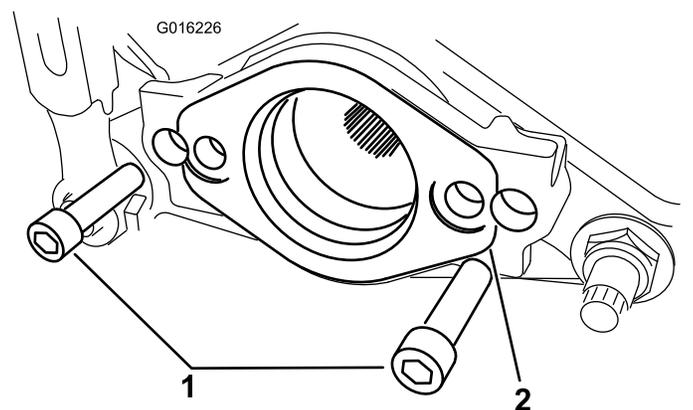

Figura 3
7. Se o kit for instalado numa máquina **TriFlex 3300, 3320, 3400 ou 3420**, remova os dois parafusos que prendem a montagem do motor à extremidade esquerda da unidade de corte. Remova a montagem do motor (**Figura 3**).